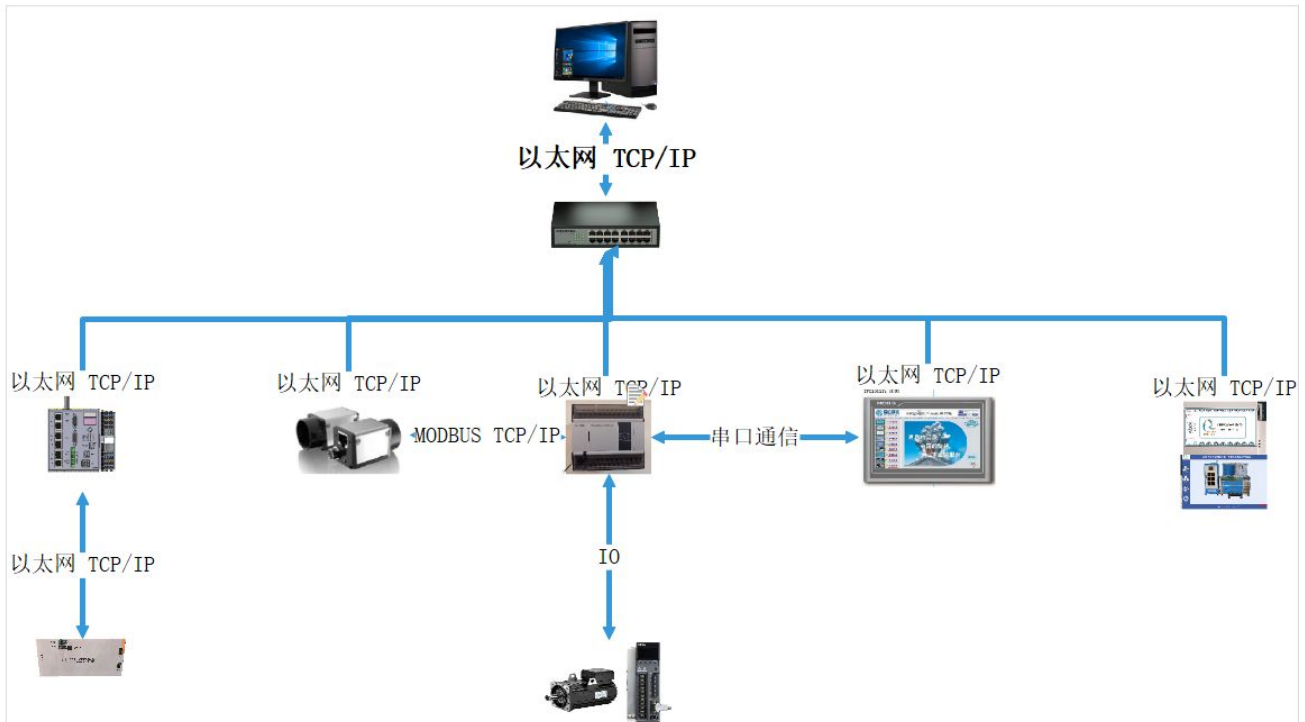

图 7 工业机器人系统运维员网络拓扑图参考图
1. 完成网络各节点间的 IP 地址设置如图 7 所示，同步完成《任务辅助记录表》。完成系统中不同类型通信方式的内部参数设置。